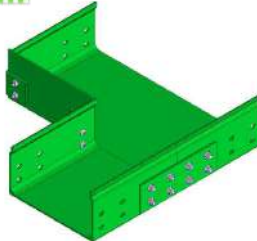

Рис. 2
2. Кабельные системы для прокладки трасс КИП/АСУТП RAL 6038 (#37f207) Зеленый шартрёза (Рис. 2).